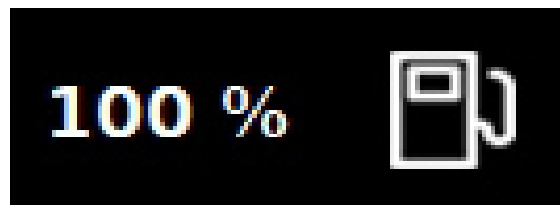

Fig 5.1
3. Le niveau d'huile moteur à travers le bâton moteur (voir le manuel du fabricant du moteur joint) et le niveau de carburant à travers l'indicateur Fig. 5.1.